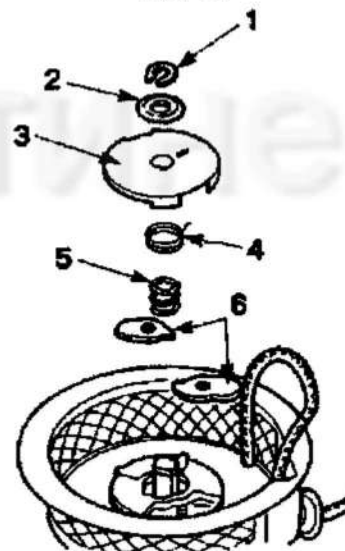
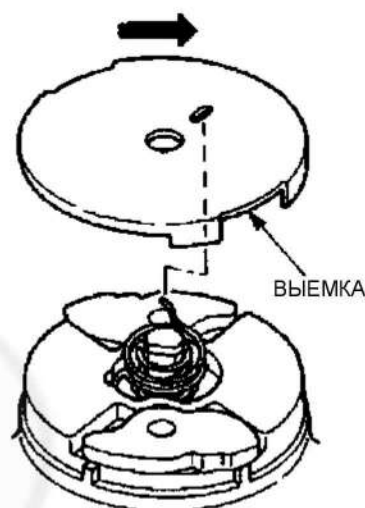

Рис. 80
Рис. 85
- (3) При разборке, снимать детали в порядке нумерации на Рис. 80.
- (4) Сборку частей проводить в порядке, обратном показанному на Рис. 80. При установке фрикционной крышки в предназначенное для нее отверстие, немного приподнять возвратную пружину, как показано на рис. 85, чтобы фрикционная крышка легко села на место.